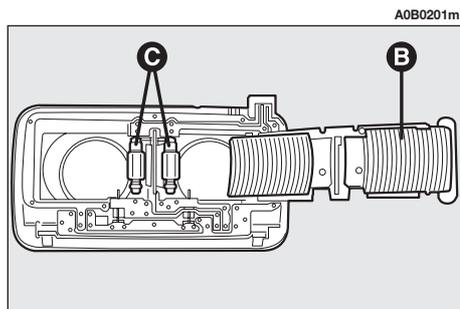

fig. 54
– Aprire il coperchio (**B**-fig. 54).
– Sostituire la lampada interessata (**C**-fig. 54) tirandola verso l'esterno e svincolandola dai contatti laterali accertandosi che la nuova lampada risulti correttamente bloccata tra i contatti.